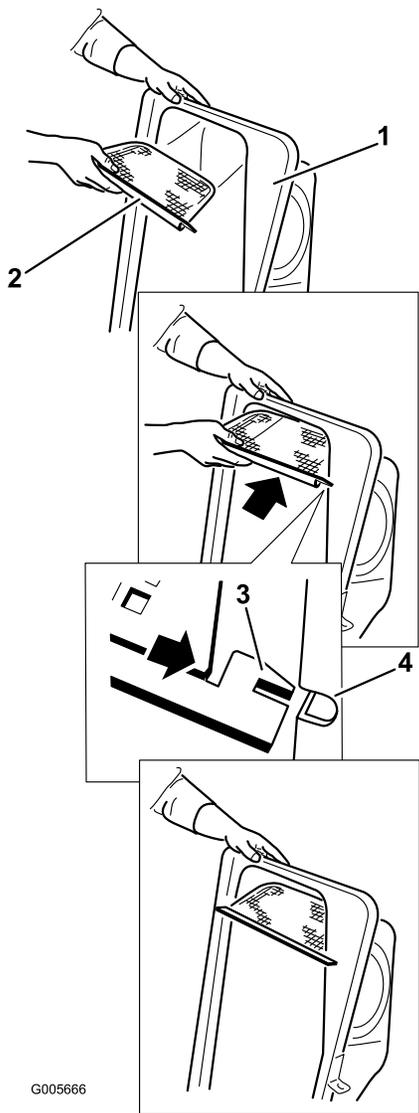

Bild 11
2. Setzen Sie das Gitter so ein, wie in Bild 11 abgebildet, dass es sich nach unten zu den Grasfangkörben neigt.